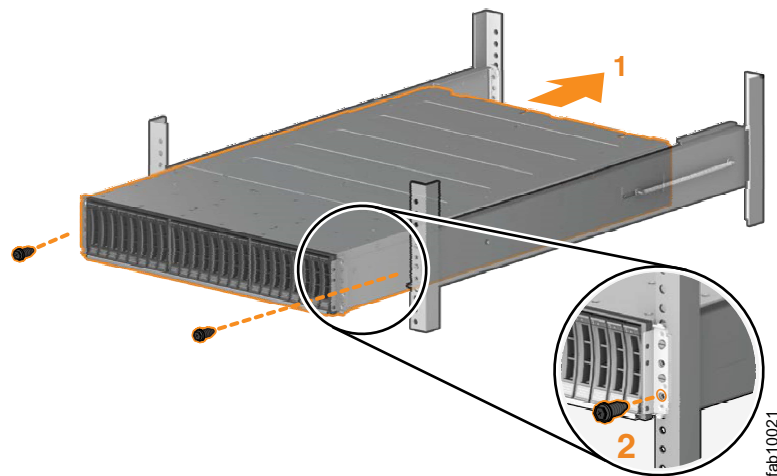

図 18. エンクロージャーの挿入
3. エンクロージャーが完全に挿入されるまで、レールに沿ってエンクロージャーをラックにスライドさせます (図 18 を参照)。
4. エンクロージャーの両側にあるラック・マウントねじ穴にねじで取り付けて、エンクロージャーを固定します。(図 18 を参照)。